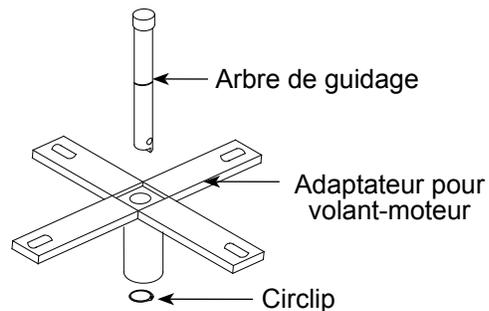

Figure 3 - Composants de l'adaptateur pour volant-moteur
**Remarque :** L'ensemble d'adaptateur pour volant-moteur comprend l'adaptateur, un arbre d'adaptateur plus court et un circlip (figure 3). N'utilisez l'arbre d'adaptateur plus court que sur l'adaptateur pour volant-moteur uniquement.